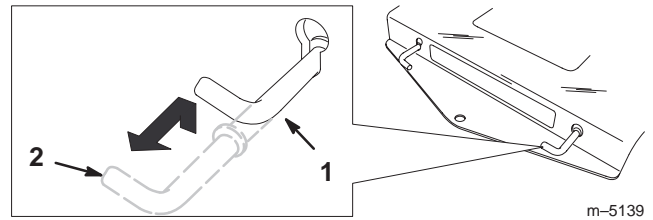

Bild 15
3. Ziehen Sie die beiden Sicherheitshebel hoch und drücken diese so weit, dass die Scheiben an der Stange durch den Schlitz gehen. Drücken Sie die Hebel nach unten, um sie zu arretieren (Bild 15).
Ziehen Sie beide Sicherheitshebel nach oben und vollständig heraus. Drücken Sie die Hebel nach unten (Bild 15).